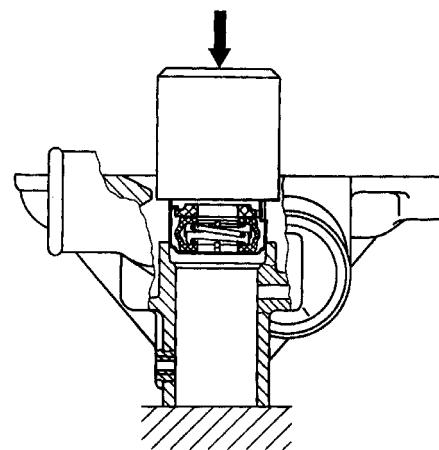

Рисунок 51 – Запрессовка сальника во-
- с помощью оправки установить сальник в корпус насоса, не допуская перекоса (Рисунок 51), предварительно смазав наружную поверхность сальника чистым моторным маслом;